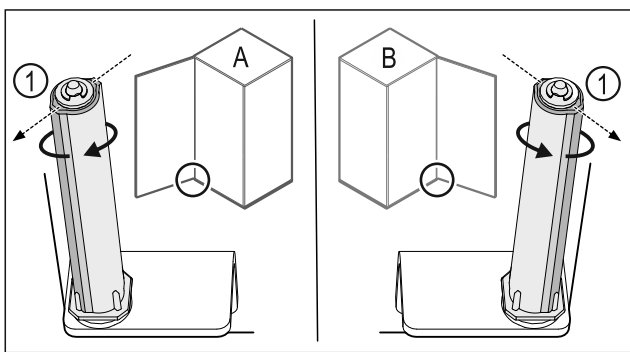

Fig. 55 Bal oldali ütköző (A) / Jobb oldali ütköző (B)
- Forgassa el a zárrendszert az ellenállással szemben, amíg a zárrendszer Fig. 55 (1) támasztója kifelé nem mutat.